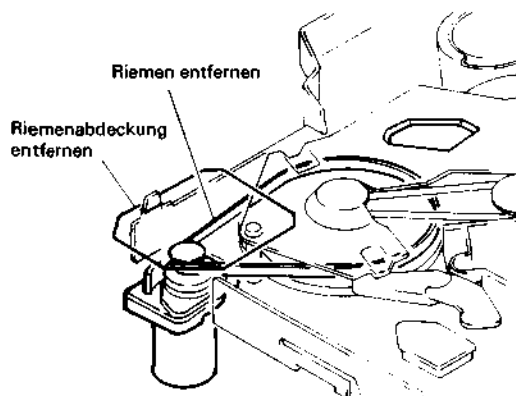

Abb. 2.73 Ausbau des Capstanmotors
3. Die Riemenabdeckung entfernen (siehe Abb. 2.73).